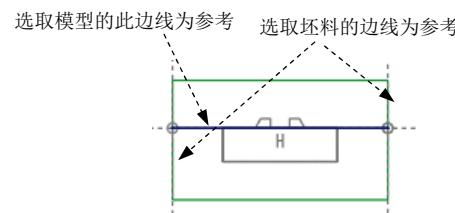

图 18.9 截面草图
(3) 进入草绘环境后，选取图 18.9 所示的坯料边线和模型边线为草绘参考，然后绘制截面草图（草图为一条直线），如图 18.9 所示。完成特征截面的绘制后，单击“草绘”操控板中的“确定”按钮 。